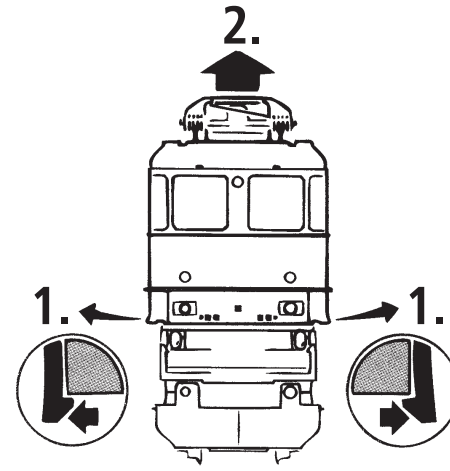

Fig. 4
3. Haftreifenwechsel: Zuerst den Getriebedeckel abnehmen (Fig. 4). Danach den **Radsatz** herausnehmen und die **Haftreifen** mit einer Nadel od. mit einem feinen Schraubendreher abziehen (Fig. 7). Beim Aufziehen der neuen Haftreifen darauf achten, dass diese sich nicht verdrehen.
3. Change of traction tyre: Remove the gear cover (fig. 4). Take out **wheel set** and remove **traction tyre** using a pin or a fine screwdriver (fig. 7). When pressing on the new traction tyre please **avoid twisting it**.
3. Échange des bandages d'adhérence: Démontez d'abord le **couvre-carter des engrenages** des engrenages (fig. 4). Délogez ensuite les essieux bandagés et enlevez, à l'aide d'une aiguille ou d'un tournevis fin, les bandages d'adhérence (fig. 7). Lors du montage des nouveaux bandages veuillez veiller à ce que les bandages **ne soient pas tordu**.